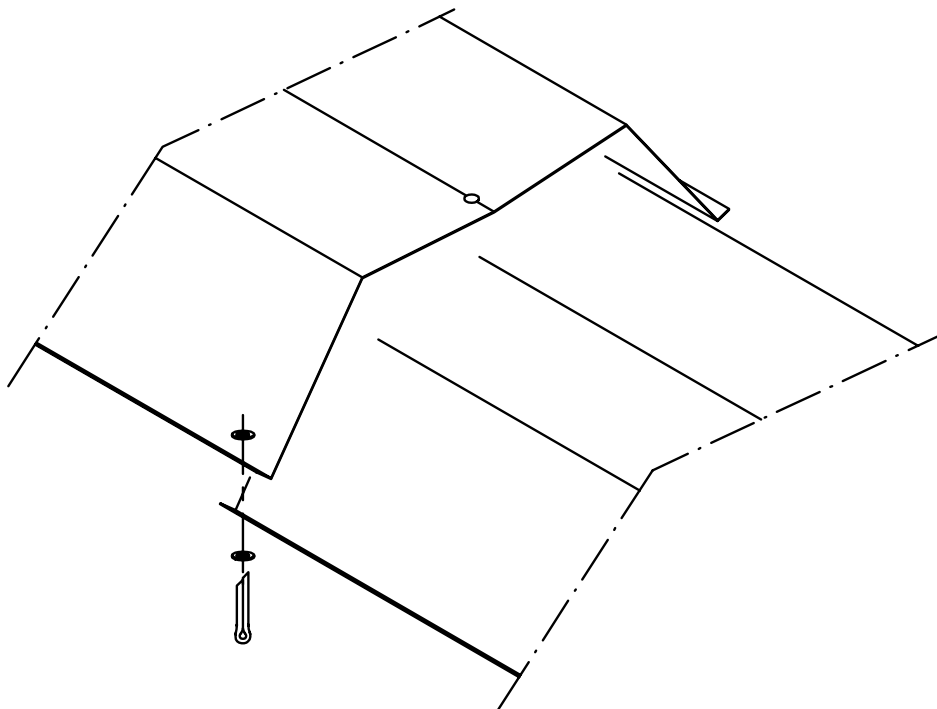
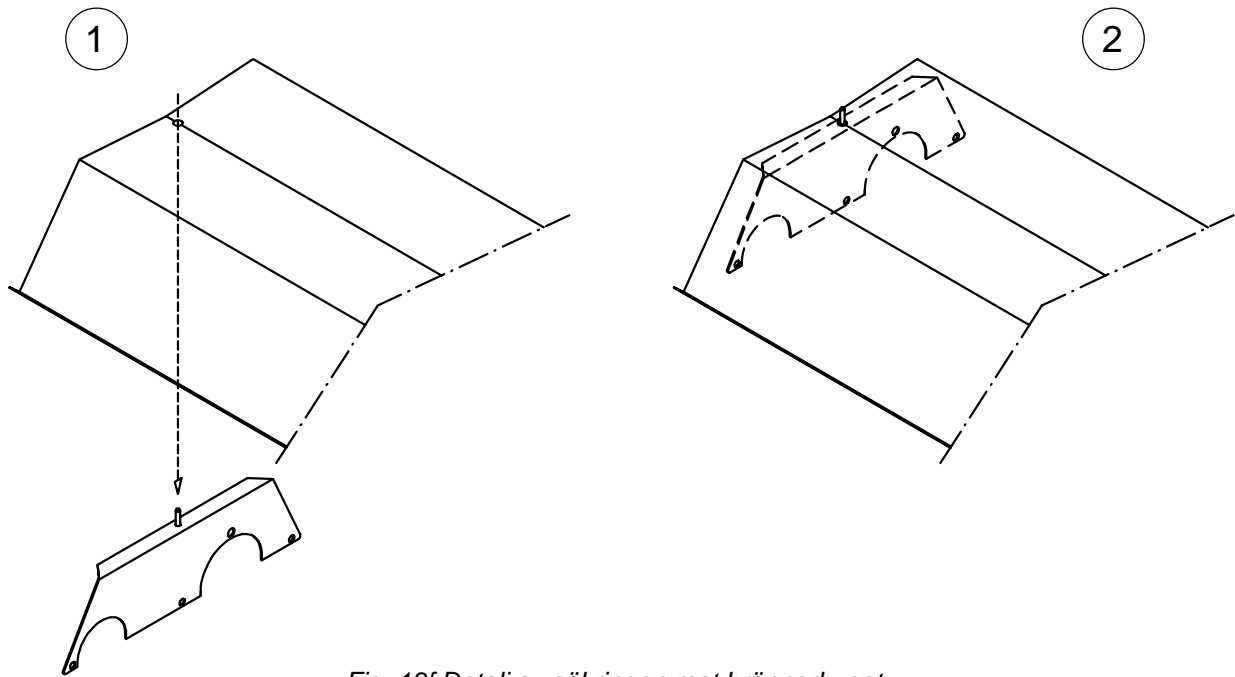

Fig. 13e Detalj montage av saxpinnar
Fig. 13f Detalj av säkringen mot brännarhuset
- 6) Montera ihop reflektorerna med de medföljande saxpinnarna (fig. 13e); den första reflektorn måste säkras mot den första reflektorhållaren (den som i sin tur är sökrad mot brännarhuset) med bulten som är förmonterad i överkanten (se detalj i fig. 13f).